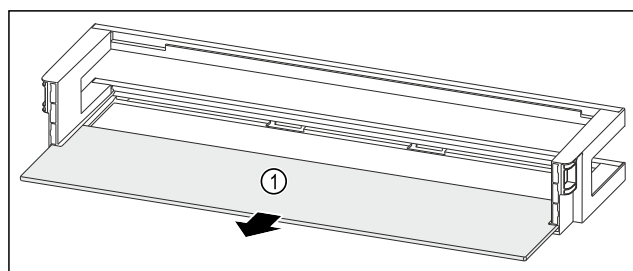

Fig. 145 Balconnet de contre-porte avec tablette de rangement
- Retirer la tablette de rangement Fig. 145 (1).